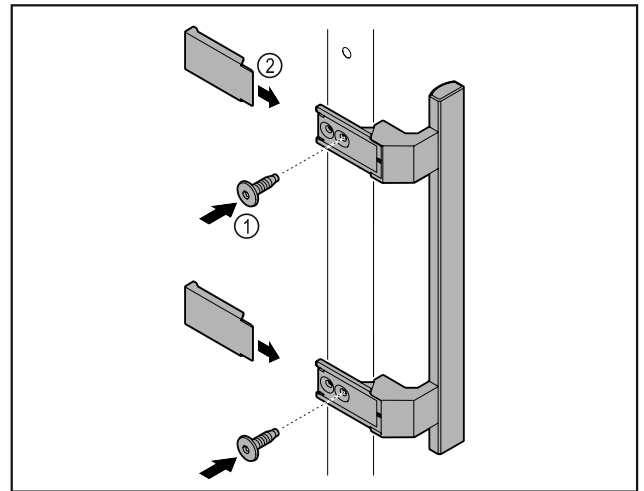

Fig. 64
- Fixer la poignée à la porte à l'aide des vis Fig. 64 (1) fournies.
- Poser les caches Fig. 64 (2).